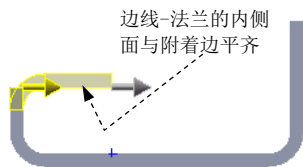

图 7.2.19 材料在外
- ☑ “材料在外” 按钮 ：边线-法兰的内侧面与附着边平齐，如图 7.2.19 所示。